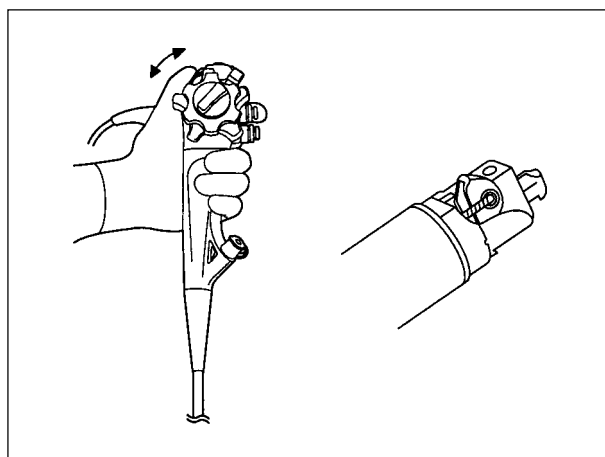

Рис. 3.3
3. Медленно поворачивайте рычаг управления подъёмником щипцов до отказа в направлении, противоположном направлению «◀U», наблюдая при этом изменения положения подъёмника щипцов на дистальном конце вводимой трубки. Убедитесь в том, что перемещение рычага и подъём подъёмника щипцов происходят плавно (см. рис. 3.3).